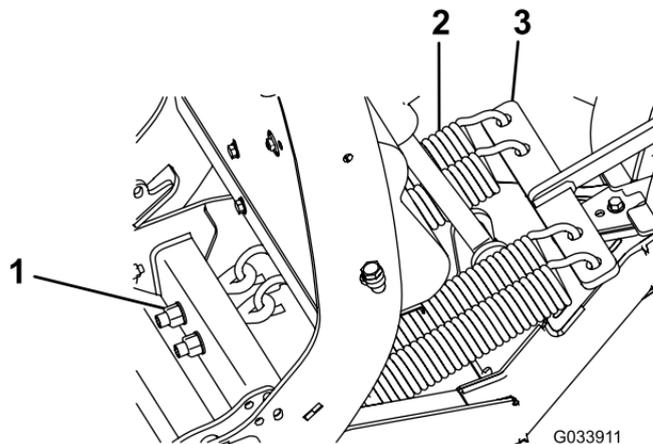

Figure 27
1. Desserrez et retirez soigneusement les 4 contre-écrous et les 4 rondelles des boulons à œil des ressorts de déclenchement (Figure 27).